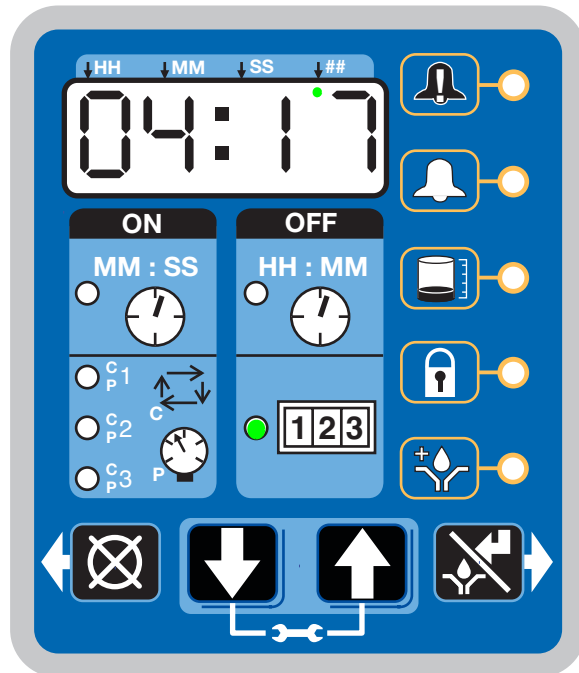

FIG. 35
- Se enciende el LED junto a 1-2-3 (FIG. 35).
El ejemplo mostrado en la FIG. 35 indica 4 horas y 17 minutos restantes hasta que se produzca un fallo.